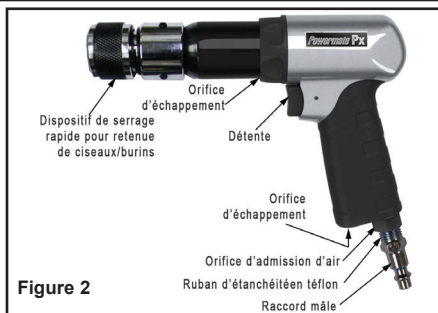

Figure 2
- Installez un raccord mâle 1/4 po NPT à l'orifice d'admission d'air de l'outil (voir Figure 2). **Remarque :** *Enveloppez toutes les extrémités filetées à l'aide de ruban d'étanchéité en téflon.*